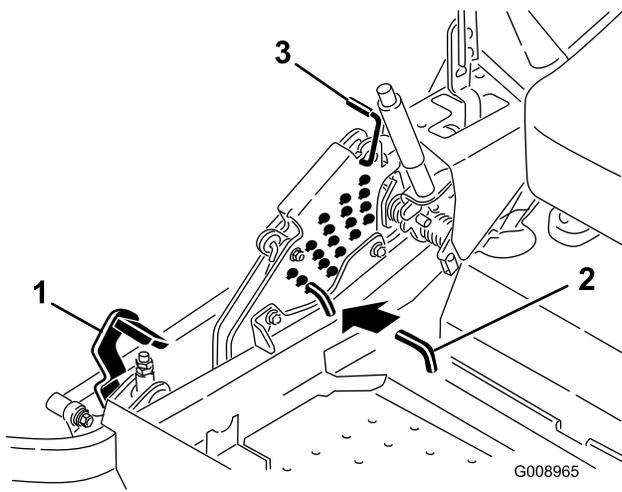

Figura 91
5. Empuje el pedal de elevación de la carcasa hacia delante del todo; la carcasa se enganchará en la posición de transporte de 14 cm (5-1/2 pulg.) (Figura 91).